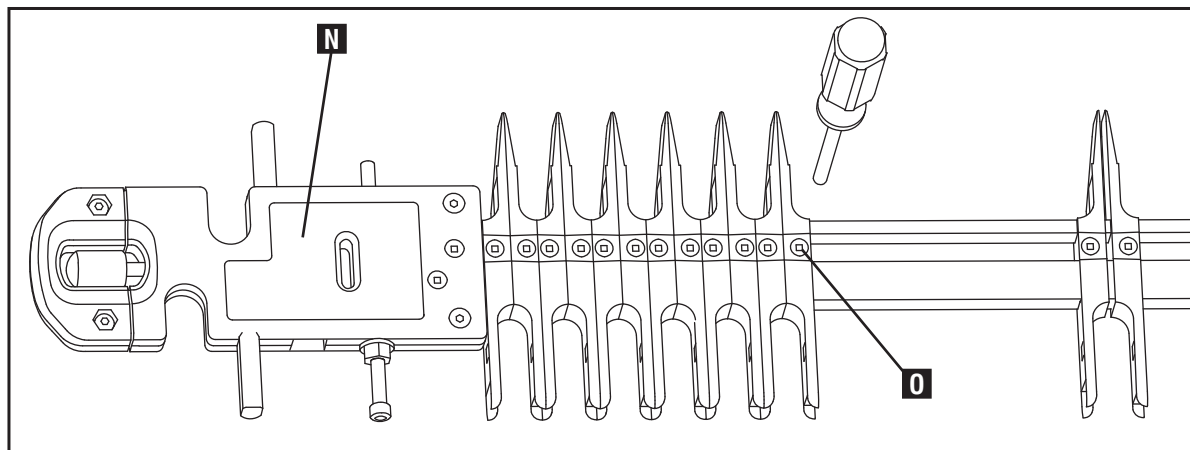

Fig. F4
- Monte la plantilla con la etiqueta "Colas A" (N) Fig. F4 hacia arriba y hacia la izquierda.